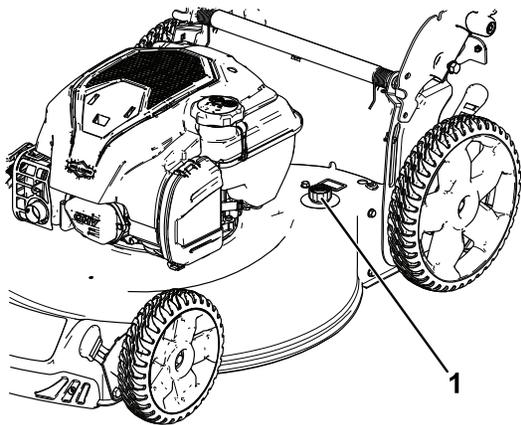

Figura 19
5. Collegare una canna da giardino al rubinetto dell'acqua e al foro di lavaggio (Figura 19).